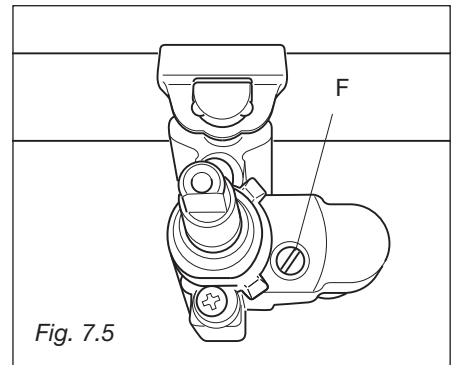

Fig. 7.5
- à l’aide d’un tournevis mince tourner la vis F jusqu’au moment où l’on obtient le réglage correct (Fig. 7.5).